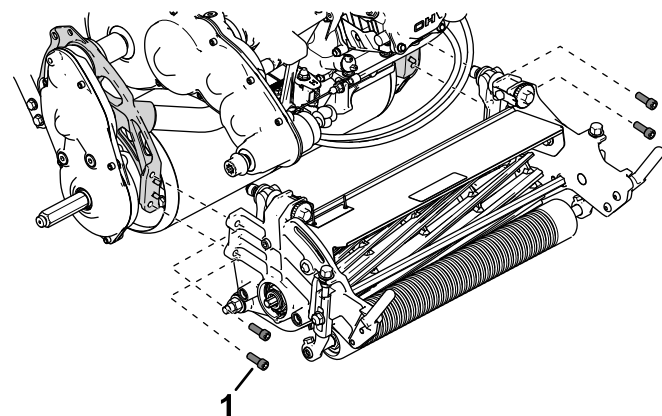

図 50
4. カッティングユニットをフレームに固定しているソケットヘッドねじ 4 本を外す 図 50。